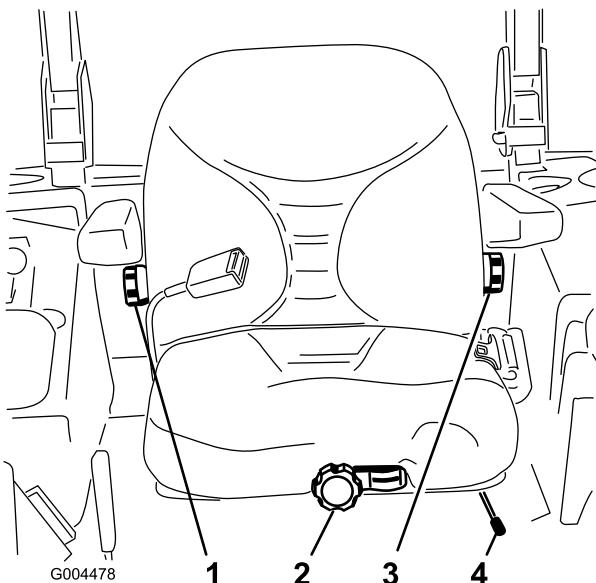

Figura 20
1. Mueva la palanca lateralmente para desbloquear el asiento (Figura 20).
Sin sentarse en el asiento, gire el pomo situado en la parte delantera en cualquier sentido hasta encontrar la posición más cómoda (Figura 20).
Para ajustarlo, gire el pomo situado debajo del reposabrazos derecho en cualquier sentido hasta encontrar la posición más cómoda (Figura 20).
Para ajustarlo, gire el pomo situado debajo del reposabrazos izquierdo en cualquier sentido hasta encontrar la posición más cómoda (Figura 20).